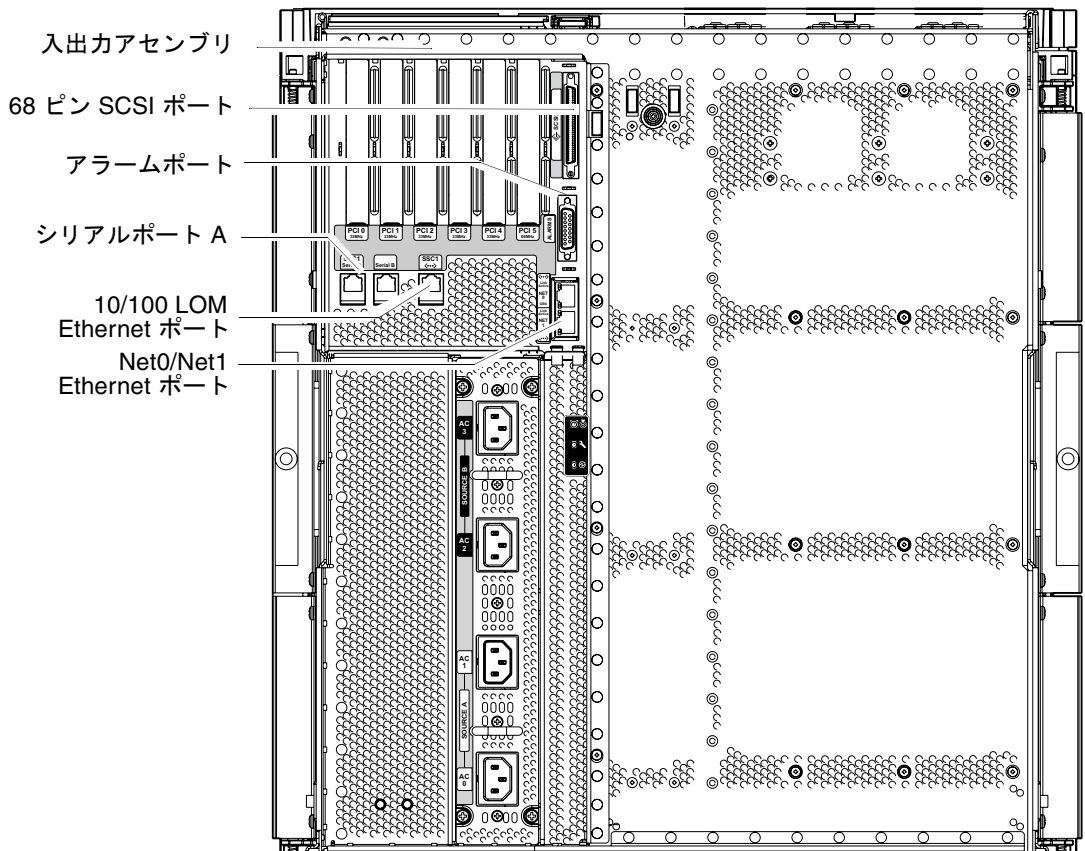

図 1-23 システムコントローラおよび入出力アセンブリの位置
1. 入出力 Ethernet ケーブルの一方の端を Net0/Net1 Ethernet ポートに接続します (図 1-23)。